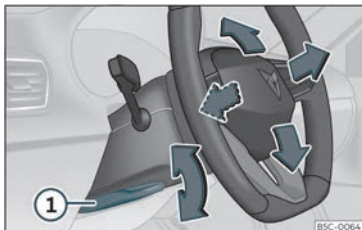

Fig. 4 Alavanca na parte inferior do lado esquerdo da coluna de direção
• Puxe a alavanca»» Fig. 4 ① para baixo, mova o volante até à posição desejada e volte a subir a alavanca até ao ponto de fecho.
- Após ajustar a coluna da direção, empurre firmemente a alavanca»» Fig. 4 ① para cima para que o volante não mude de posição acidentalmente durante a marcha.